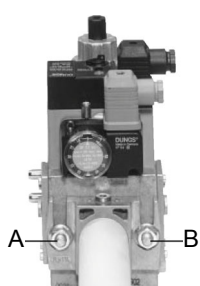
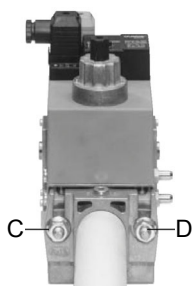

Fig. 6
Fig. 7
- 3 Stringere le viti A, B, C e D (Fig. 6 - Fig. 7), rispettando le posizioni di montaggio (Fig. 9);